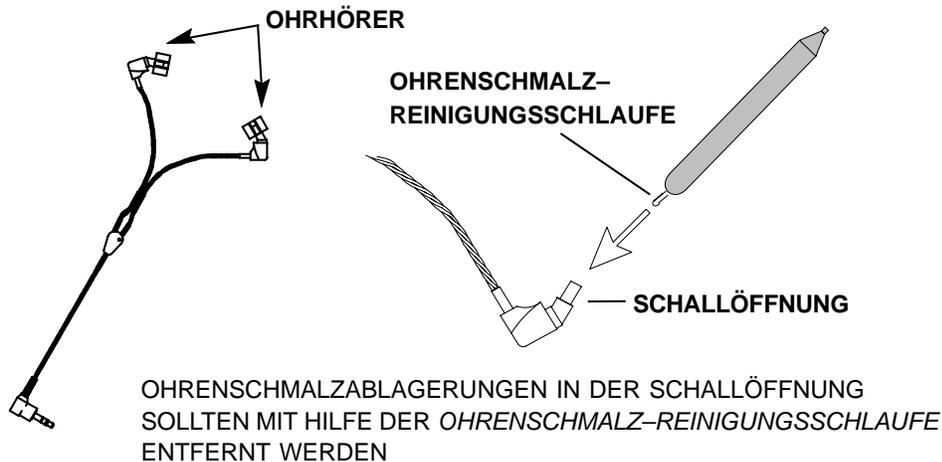

ABBILDUNG 1: Entfernen von Ohrenschmalz bei E1/E5
- *E1/E5: Die Schallöffnungen nach jeder Verwendung mit dem mitgelieferten Ohrenschalz-Entfernungswerkzeug reinigen (siehe Abbildung 1).*